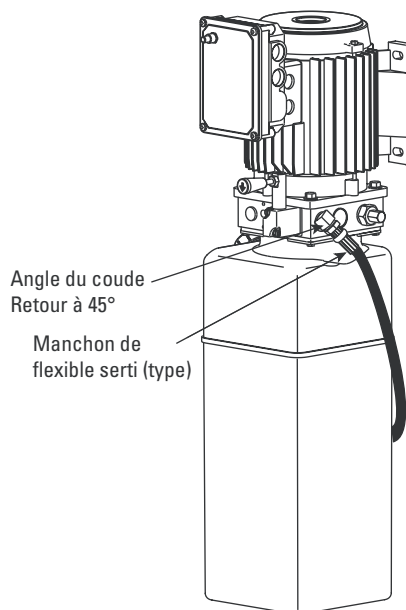

Fig. 21
- Installer et serrer à la main le coude pour pomper jusqu'à ce que le joint torique soit bien en place et le coude orienté vers le bas à environ 45°, Fig. 21. Continuer à serrer l'écrou de blocage entre 10 et 15 lb/pi (14-20 Nm), ou jusqu'à ce que l'écrou et la rondelle atteignent le point bas contre le collecteur de la pompe. REMARQUE : Le coude pourra toujours être pivoté. Cela est acceptable à moins qu'il y ait infiltration au joint torique. Si oui, serrer légèrement l'écrou de blocage.